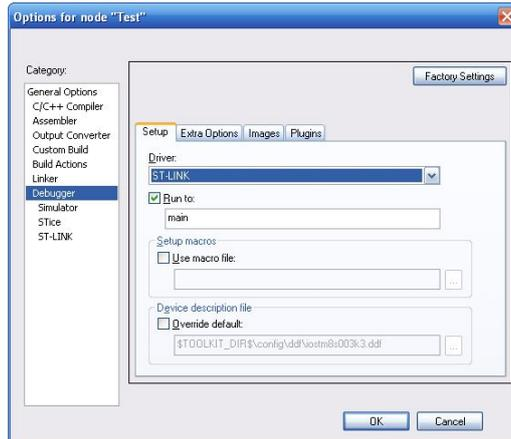

Рис. 2.9. Окно выбора отладчика
9. На странице *Debugger*, вкладке *Setup*, выбираем отладчик *ST-Link* (рис. 2.9).